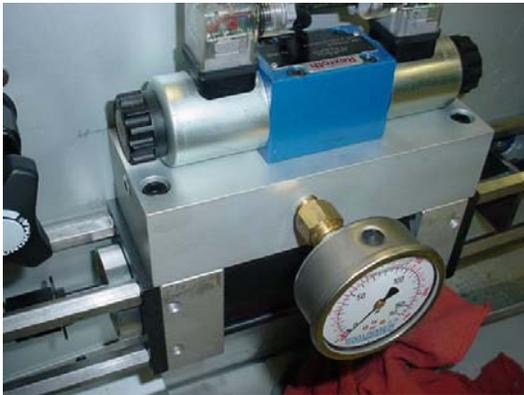

FIG. 17
2. Conecte el colector hidráulico a la parte superior del cilindro hidráulico (1). Verifique que las dos juntas tóricas originales están alrededor de los orificios de la parte inferior del colector. Utilice los cuatro pernos incluidos (4) para apretar el colector hidráulico al cilindro. Vea FIG. 17.
3. Conecte la válvula de conmutación hidráulica al colector hidráulico. Verifique que las cuatro juntas tóricas estén firmes en la parte inferior de la válvula de conmutación. Para la sujeción se utilizarán los pernos originales. Vea FIG. 17.